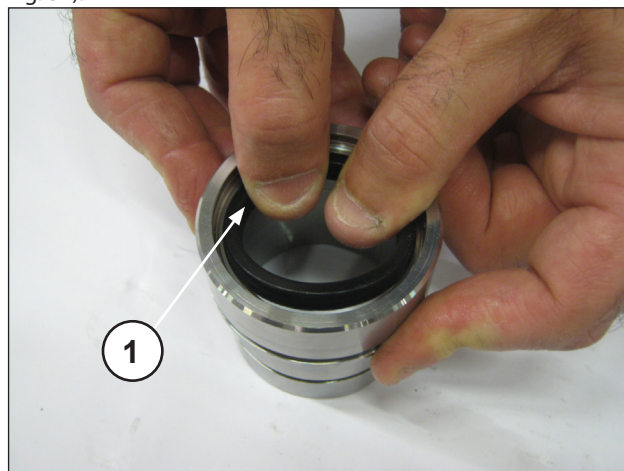
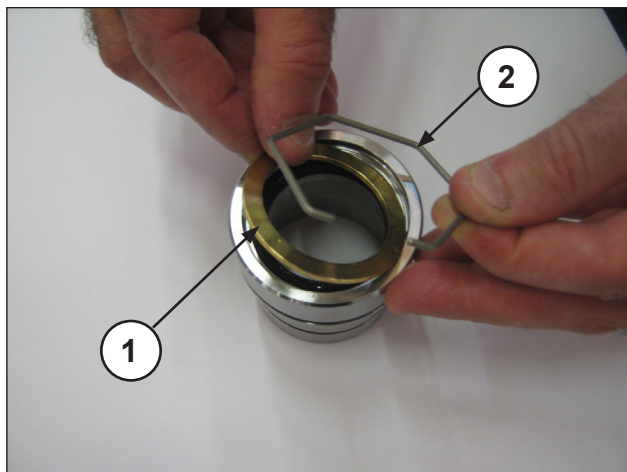
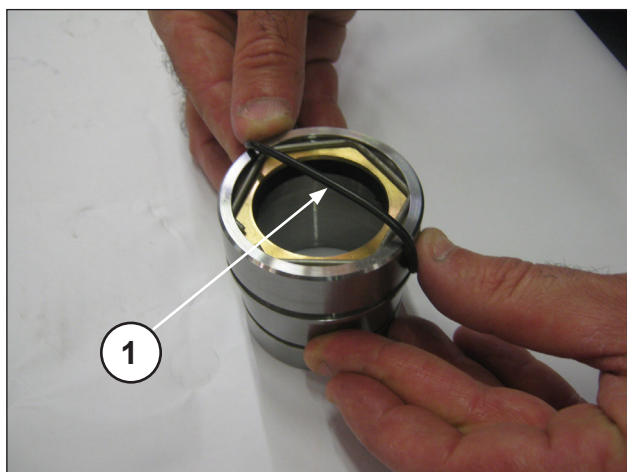

Fig. 29
Fig. 30
Fig. 31
Introducir la junta de baja presión en el soporte de las arandelas de prensaestopas (pos. ①, Fig. 29) controlando el sentido de montaje (el labio de retención debe estar hacia adelante, hacia la cabeza). Introducir la anilla de retención, la anilla de tope (pos. ①②, Fig. 30) y la junta tórica (pos. ①, Fig. 31).